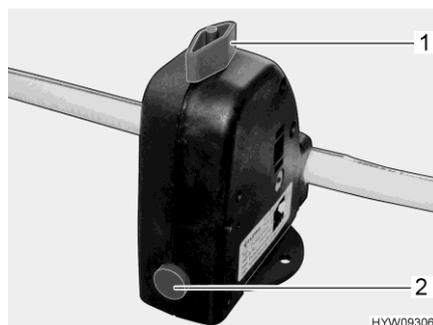

Fig. 138 Válvula de seguridad/purga (Truma)
- Cerrar la válvula de seguridad/purga (Truma). Para ello, girar el botón giratorio (Fig. 138,1) a la posición transversal en referencia a la válvula de seguridad/purga y hundir el botón (Fig. 138,3).